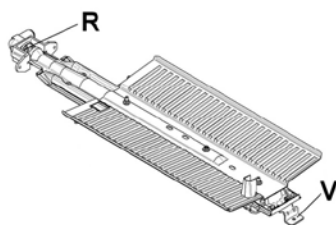

Fig 6
- Lossa V-skraven och dra ut brännaren från dess stöd. Var försiktig med att inte skada tändelektroden eller termoelementet (Fig.6).